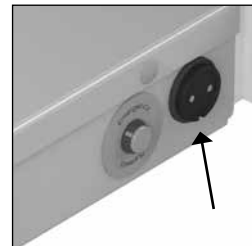

Abbildung 7 Aufladestation.
- Der Aufladepunkt befindet sich in der Mitte des Untergestells (Siehe Abbildung 7).